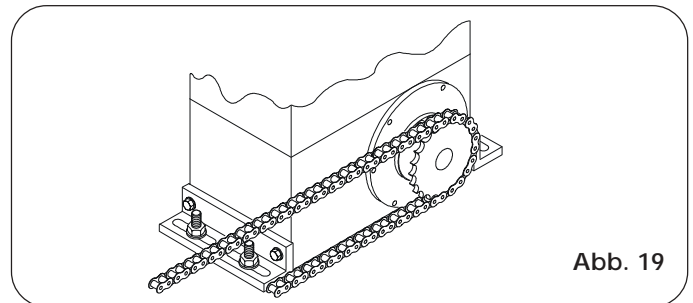

Abb. 19
- Die Kette laut Abb. 19 montieren